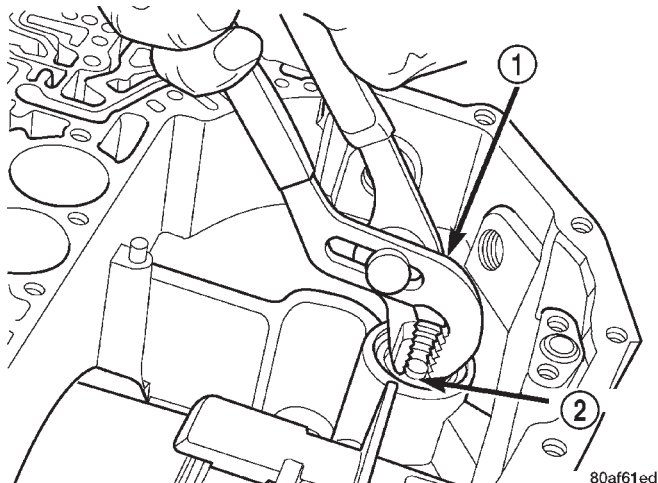

Fig. 144 Instalación del tapón del acumulador de baja y marcha atrás (cubierta)
(60) Instale el tapón del acumulador de baja y marcha atrás (Fig. 144).